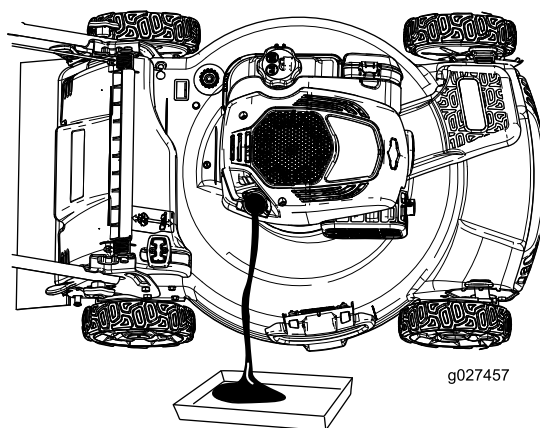

Figura 32
5. Ponga la máquina de lado con el filtro de aire hacia arriba para drenar el aceite usado a través del tubo de llenado de aceite (Figura 32).